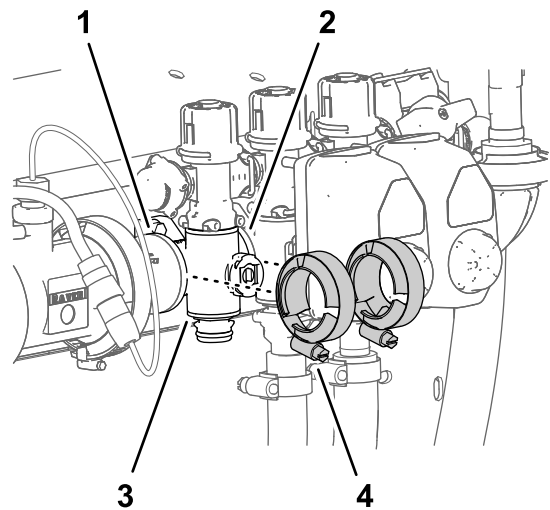

Figura 134
- Monte provisionalmente las bridas de fijación que retiró en Retirada del distribuidor de sección \(página 90\) en las bridas del distribuidor de la válvula de sección y las bridas de las otras válvulas de sección y/o adaptadores de acoplamiento (Figura 134).
7. Apriete las 2 bridas de fijación a mano (Figura 134).